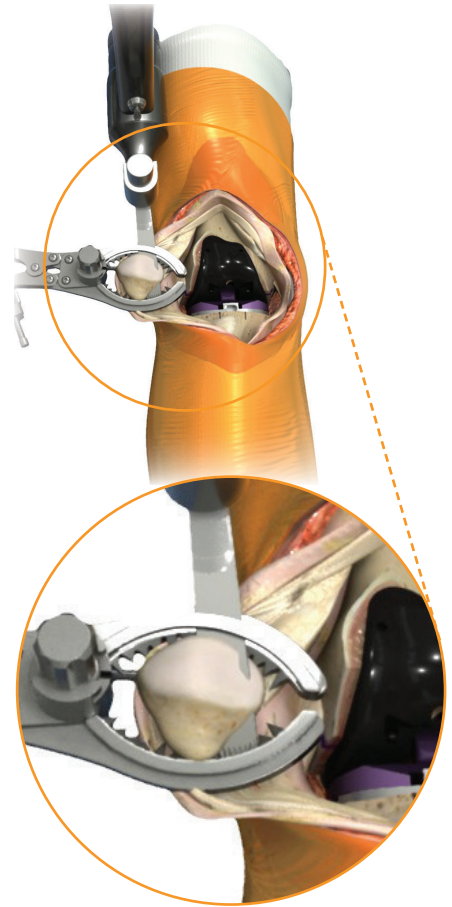

Figura 25b
6. Haga un corte en la rótula a través de las guías de sierra indicadas (Figura 25b).